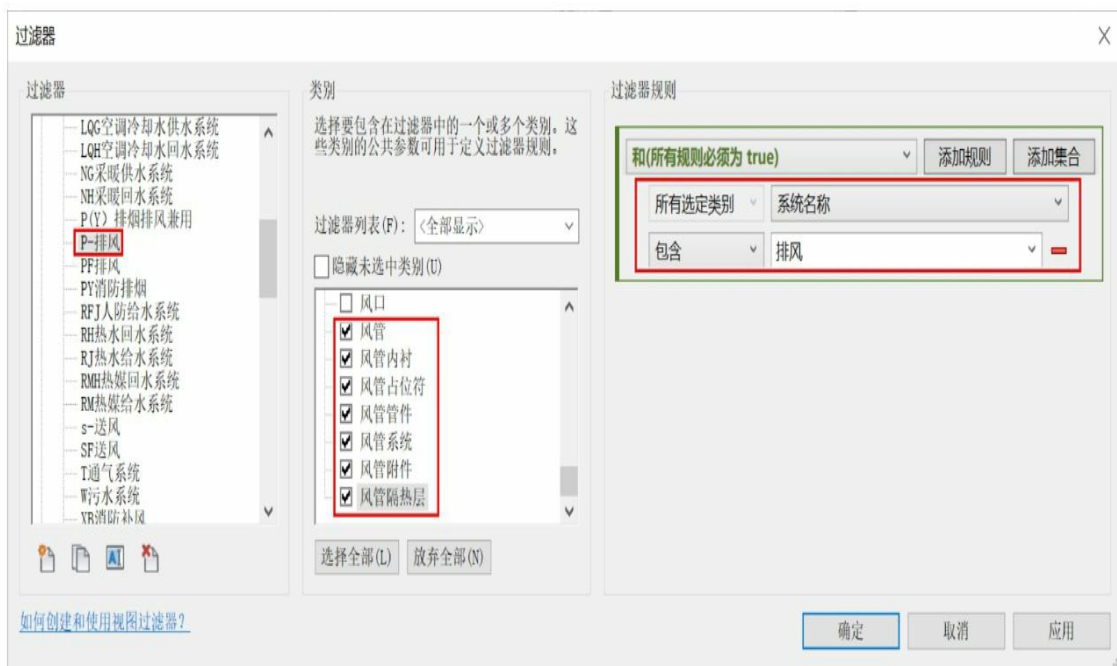

图2-100
(3) 使用相同的方法再创建一个“P-排风”的过滤条件，如图2-100所示。完成后单击“确定”按钮。